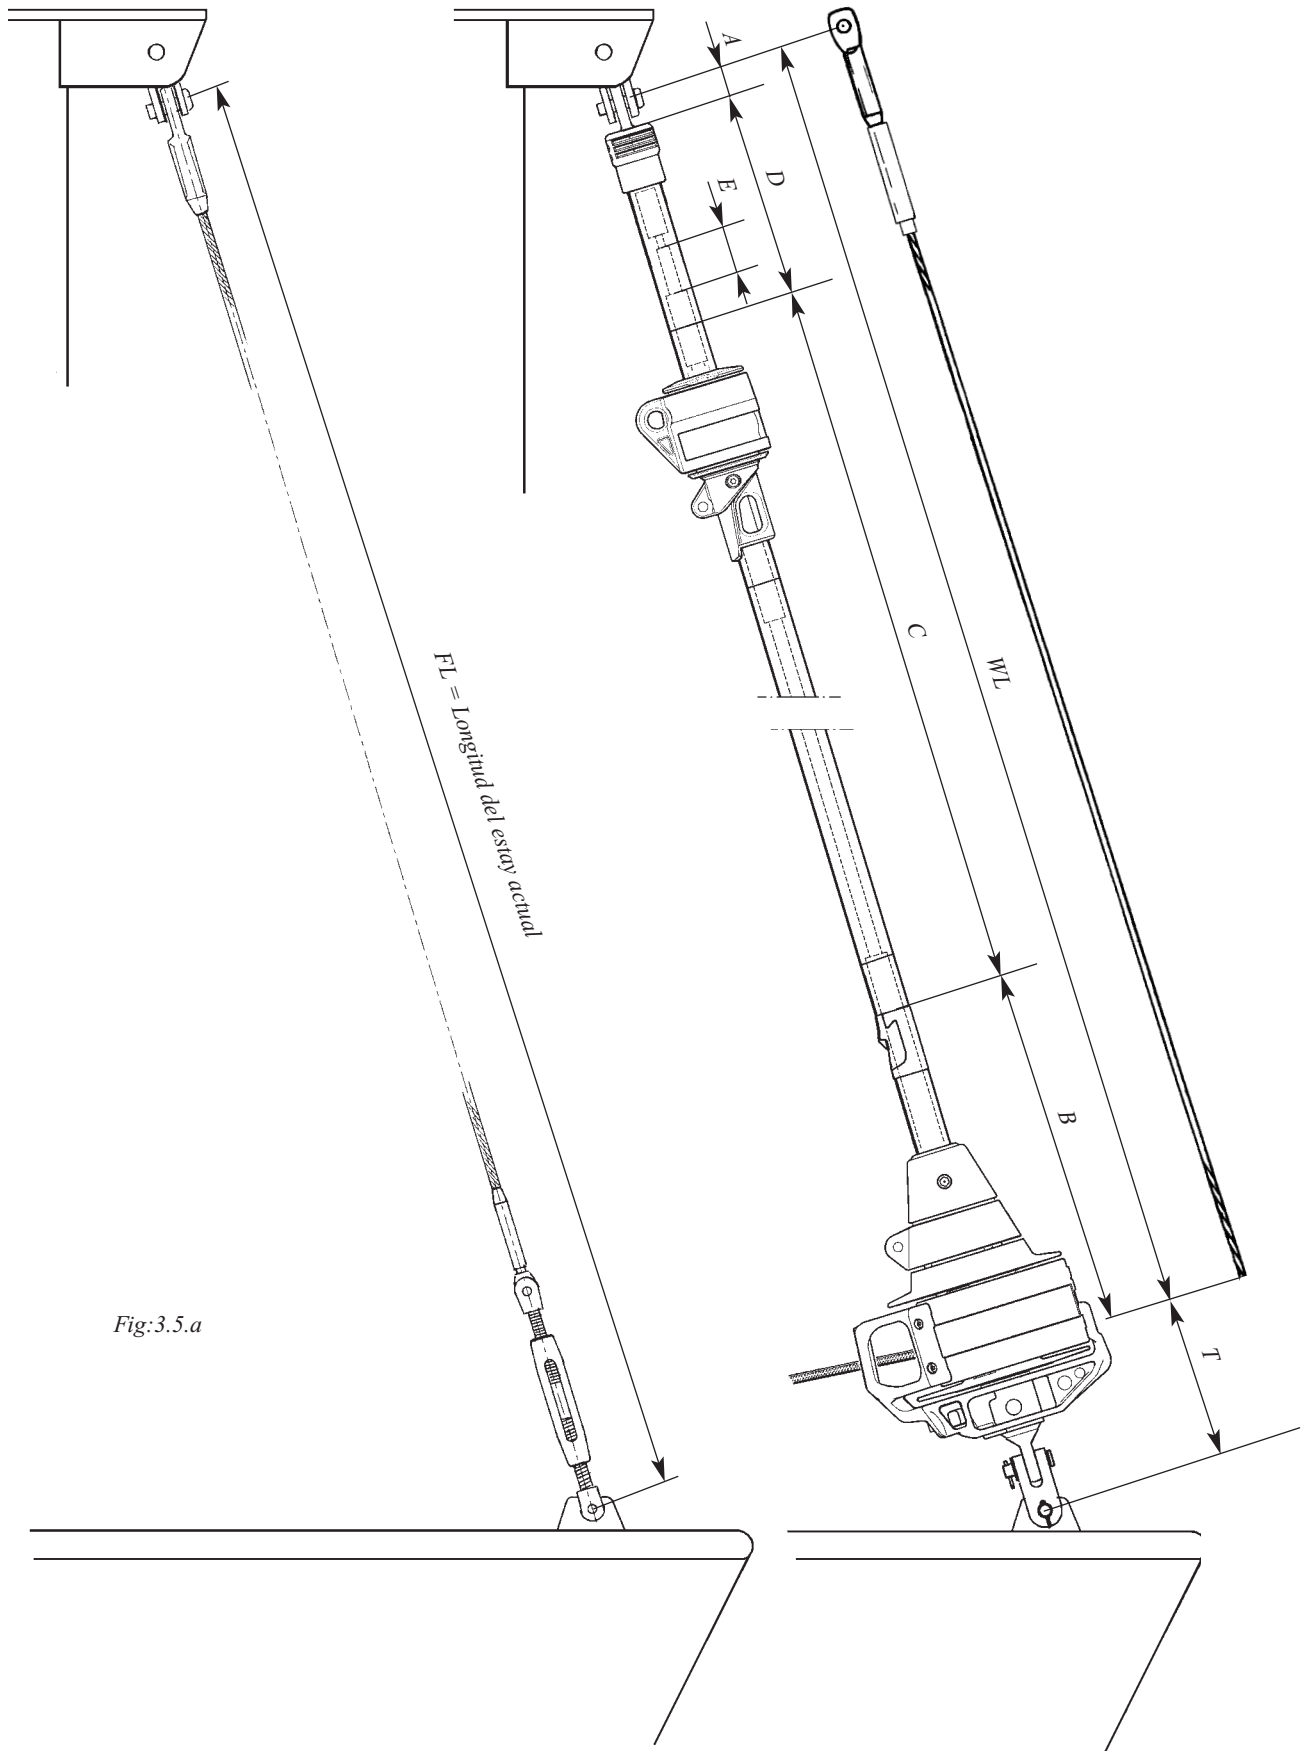

Fig:3.5.a
16. Comprobar la longitud FL del estay según la "Tabla 1" (3.5.1) y la Fig. 3.5.a. Si se coloca el tensor Furlex, deberá estar extendido al 50%. ("Regulación del tensor", ver la tabla 14.1.1).